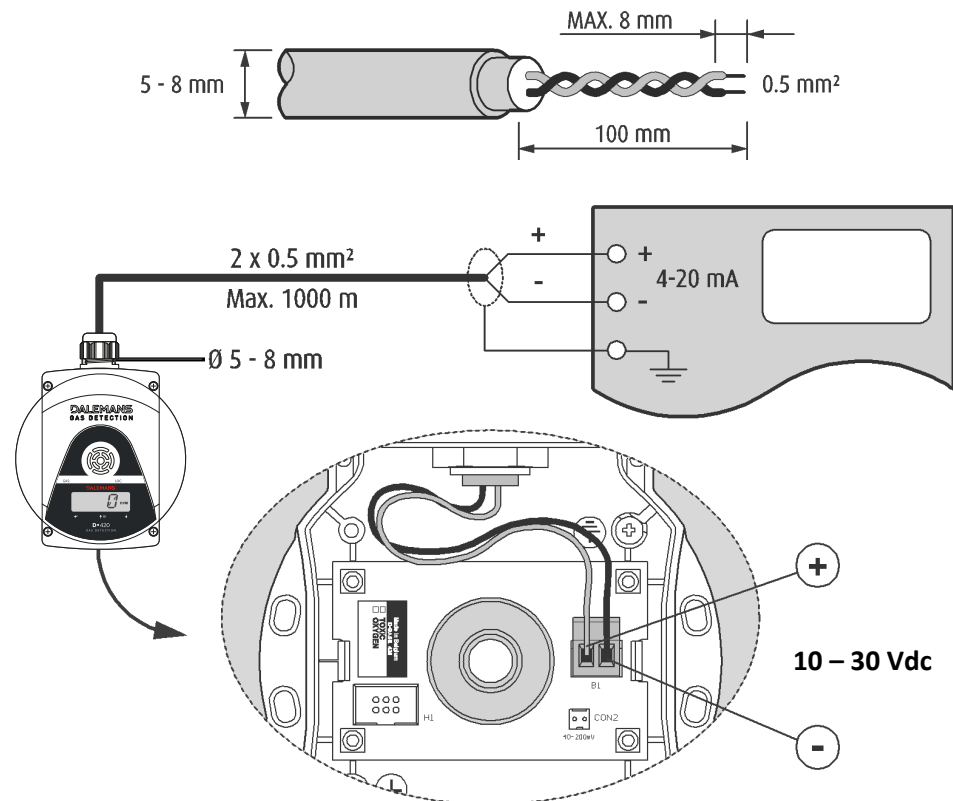

Figure 7 : raccordement à 2 conducteurs sur un central DALEMANS
- Raccordez le câble au connecteur B1 d'après les schémas ci-dessous (Figure 7 ou Figure 8).